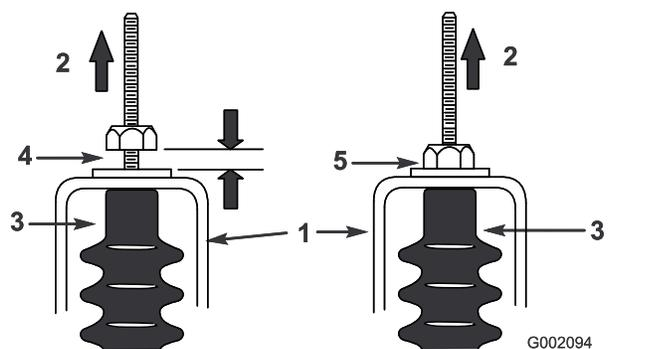

Рисунок 49
- Потяните вверх каждый трос переключения передач, чтобы убедиться в наличии зазора от 0,76 до 1,52 мм между гайкой/шайбой и кронштейном нейтрали (Рисунок 49).